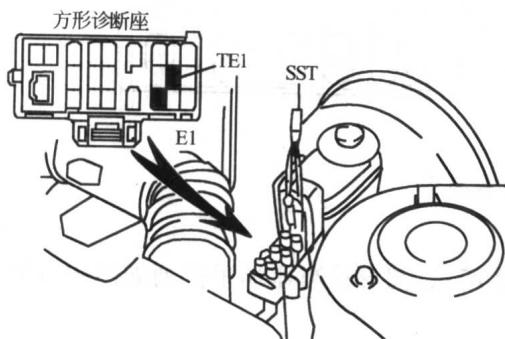

图 1-1-4 诊断座跨接图
(1) 确认节气门全关, 变速器置于 N 挡, 关闭全车电器, 将点火开关置于 ON, 但发动机不要起动。
(2) 跨接诊断座 TE1 (T) 与 E1, 如图 1-1-4 所示。